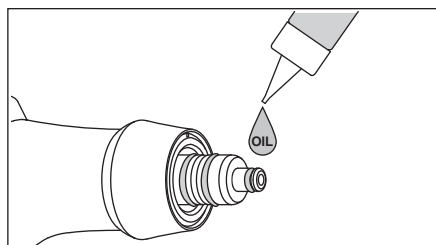

図 21
- 1) パウダーケースのリング部、流量調整リング部を乾燥させ、付属のタービン用オイルを1滴たらし、指等でよくなじませます（図 21、22）。